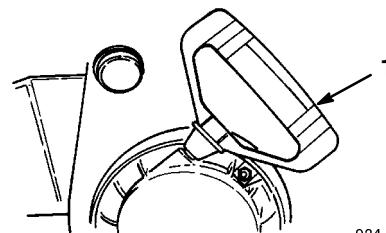

Figure 6
- Démarreur à lanceur** (Fig. 6)—Le lanceur se trouve à l'arrière du moteur. Tirez sur le lanceur pour mettre le moteur en marche.
- A. Prenez la poignée du lanceur (Fig. 6) et tirez-la lentement jusqu'à ce que vous sentiez une résistance, puis tirez vigoureusement pour lancer le moteur.